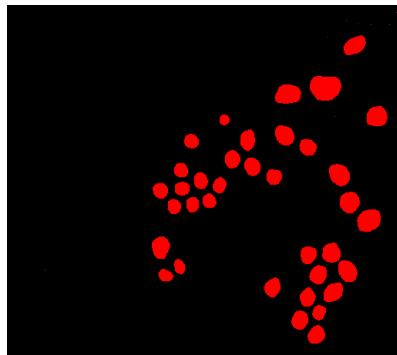

図 3-5 円形粒子を分離する
6. **OK**をクリックして、このステップをスクリプトに追加します。この時点で、図 3-5 に示すように、画像に円形粒子のみ含まれます。